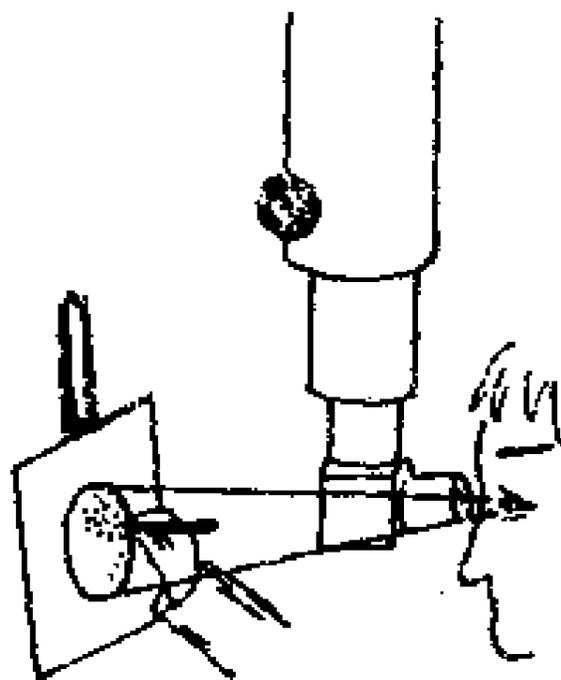

图 112
(1) 目视描绘观测 主要是通过天文望远镜细心地把月面细节描绘在一张白纸上，尤其着重描绘月球圆面边缘部分，描绘装置如图 112。用来描绘月面图的望远镜，最好有赤道跟踪装置。在望远镜适当的地方（视望远镜类型而定），安装一块与目镜光轴方向垂直的描绘板，上面夹上描绘月球表面图的白纸。为了便于描绘观测，晚上可用红灯照明，以避免灯光刺激眼睛，产生描绘误差。描绘时，只要纸的位置放得适当，将可看到白纸上投影有月球的一个虚像，然后按月球影像，用铅笔慢慢描绘。只要修正多次，一般是可以描绘得相当准确的。